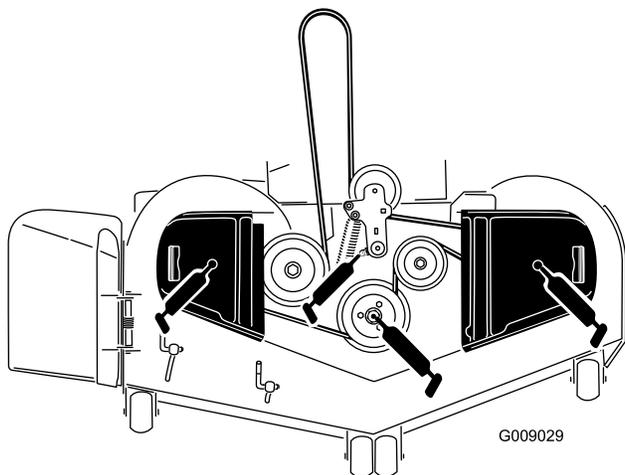

Figure 38
3. Graissez le pivot de la poulie de tension du tablier de coupe jusqu'à ce que la graisse ressorte par le bas (Figure 38).
4. Lubrifiez les roulements des 3 axes jusqu'à ce que la graisse ressorte par les joints inférieurs (Figure 38).
5. Graissez le bras de la poulie de tension de la courroie d'entraînement (Figure 38).